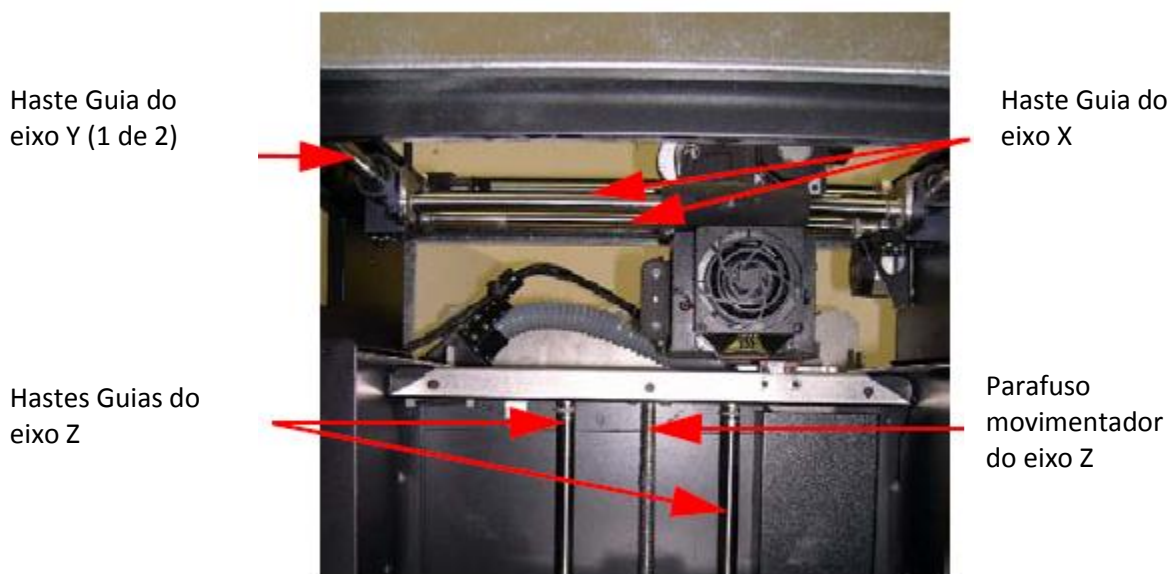

Figura 17: Parafuso Movimentador e Identificação das Hastes Guias
1. Limpe e lubrifique o parafuso movimentador do eixo Z, hastes guias do eixo X (2), hastes guias do eixo Y (2), e hastes guias do eixo Z (2). Veja Figura 17 para localizações.